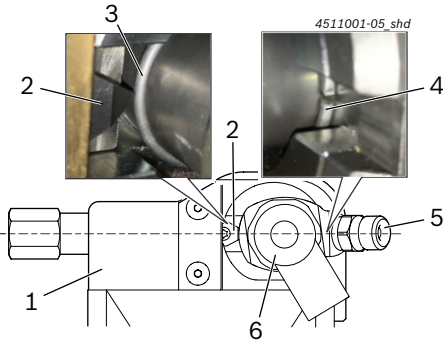

Fig. 5: Surveühendus (nr 5) löikeplaadi (nr 2) vastas
- Lükake CRI nii nagu Fig. 5 on kujutatud, demonteerimistööriista ja hoidke selles asendis.
- ⇒ Vedrurõngas (Fig. 5, nr 3) on asetatud täpselt löikeplaadi kõrgusele (Fig. 5, nr 2).